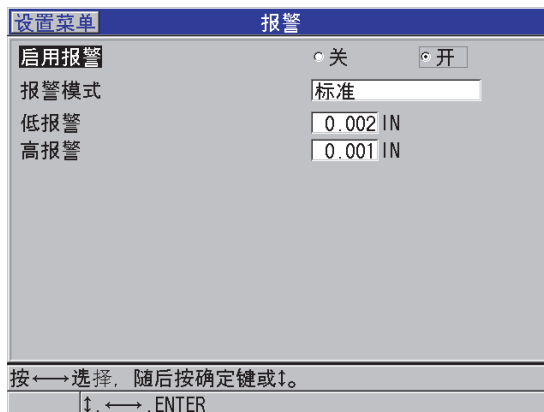

图 8-7 设置标准报警
3. 在**报警**屏幕中 (参见第 131 页的图 8-7):